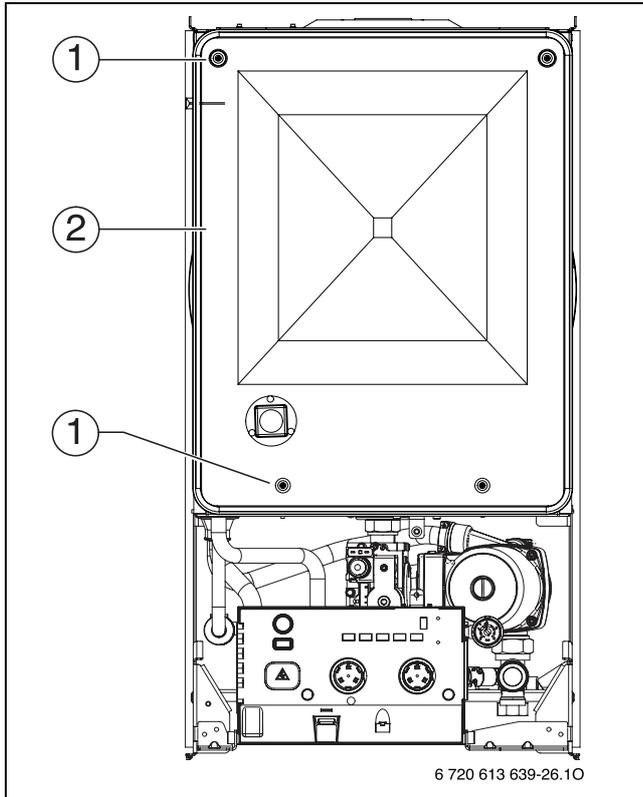

Рис. 38 Открывание воздушной камеры
- ▶ Ослабить четыре винта (1) и снять крышку воздушной камеры (2) (→ рис. 38).